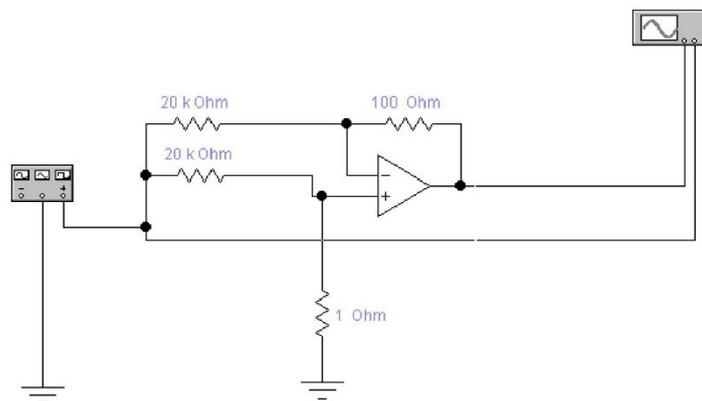

Рис. 24. Схема дифференциального усилителя.
1. Соберите схему дифференциального (разностного) ОУ в соответствии с рис. 24.